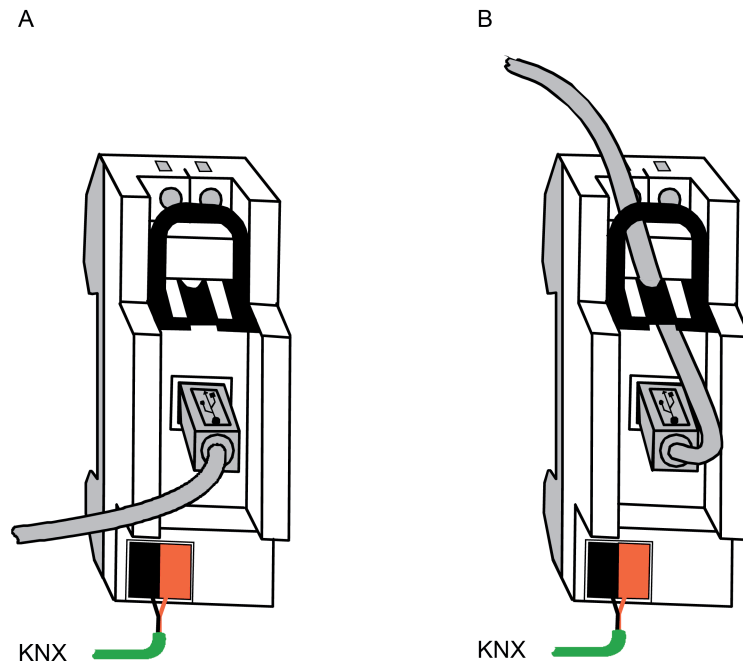

Bild 3: Geräteanschluss (Bauform REG)
- Aufsnappen auf Hutschiene nach DIN EN 60715. Einbaulage beachten (Bild 3).